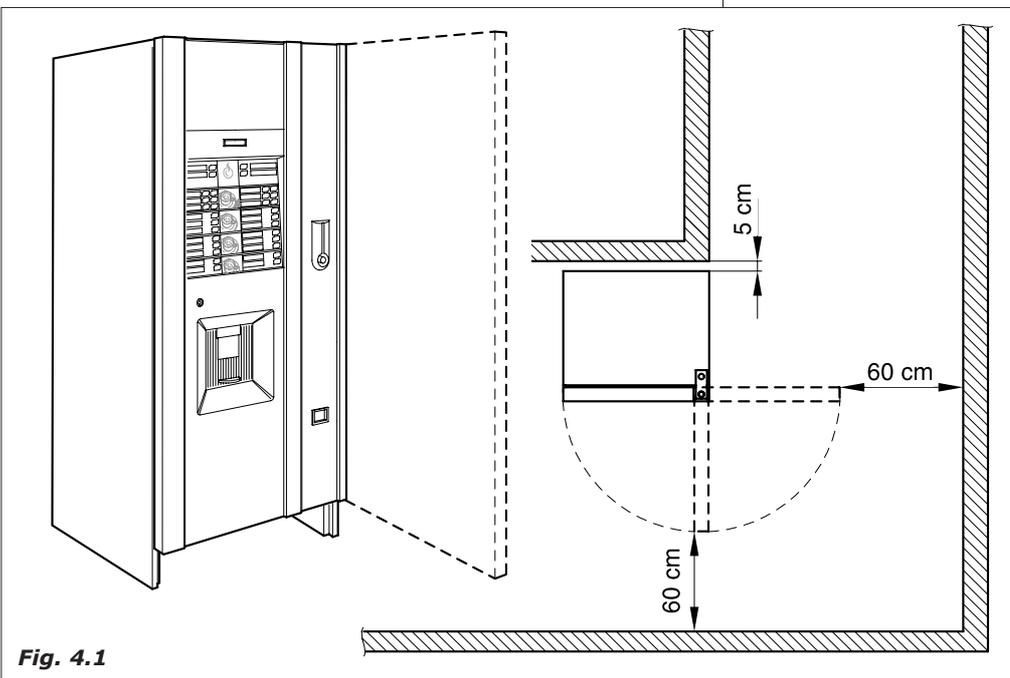

Fig. 4.1
- Instalar cerca de la pared, con una distancia mínima de 5 cm (Fig.4.1), para permitir la ventilación. En ningún caso cubrir el distribuidor con un trapo o similar.
Bianchi Vending S.p.A. declina toda responsabilidad sobre daños ocasionados por el incumplimiento de las normas de instalación. En caso de instalar la máquina cerca de una salida de emergencia, asegurarse de que con el distribuidor abierto haya espacio suficiente para el paso (Fig.4.1).